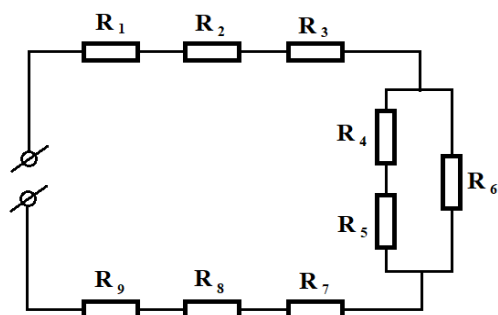

Fig. 1
2. Să se determine **rezistența exterioară echivalentă** circuitului electric reprezentat în Fig. 1, dacă se cunoaște că rezistențele $R_1=R_2=1 \text{ } \Omega$; $R_3=R_4=2 \text{ } \Omega$; $R_5=R_7=3 \text{ } \Omega$; $R_6=R_8=15 \text{ } \Omega$; $R_9=4 \text{ } \Omega$. Aflați **tensiunea electromotoare a sursei**, dacă intensitatea curentului electric prin rezistorul R_4 este egal cu 2,8 amperi, iar rezistența internă a sursei este egală cu 0,5 din R_3 . Determinați ce **cantitate de căldură** va degaja rezistorul R_9 timp de 10 min. În caz de scurtcircuit, care va fi valoarea **intensității curentului electric**. (9 p)